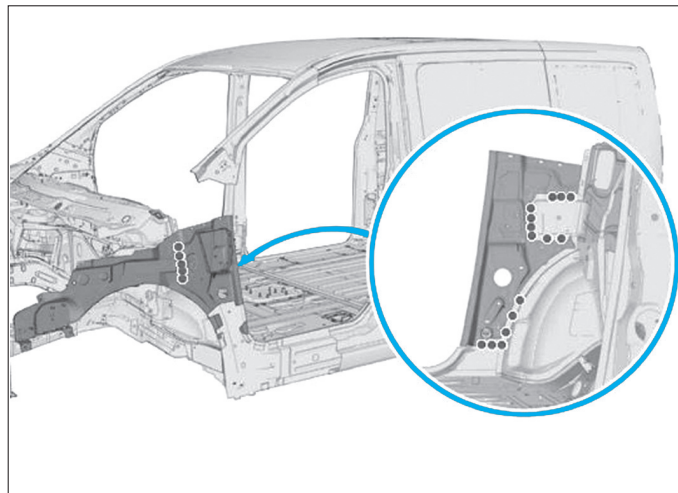

FIG. 35
- Souder par points bouchons (Fig.35).